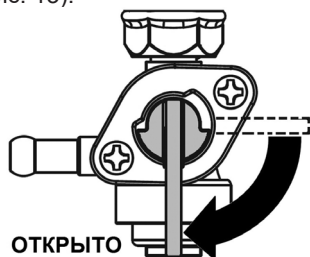

Рис. 13 Рычаг топливного крана
3. Откройте топливный кран переводом рычага в вертикальное положение (Рис. 13).